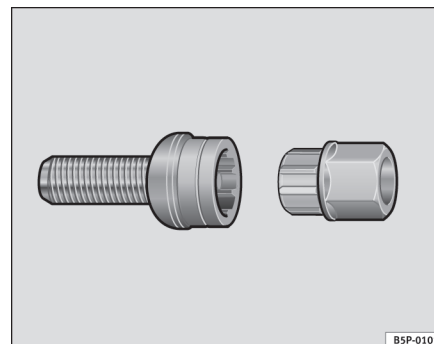

Fig. 177 Tornillo anti-robbo de la rueda
- Coloque el adaptador hasta el tope en el tornillo antirrobo de la rueda ⇒ página 263, fig. 177.